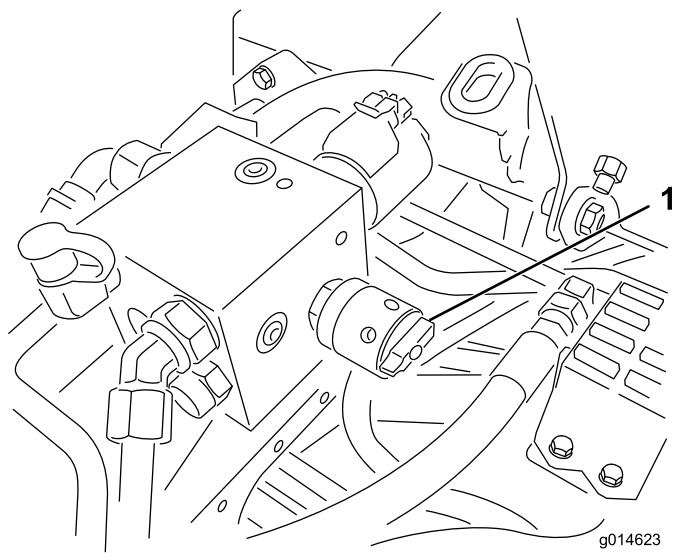

Figure 52
6. Tournez la commande de vitesse des cylindres à la position 1 (Figure 52).